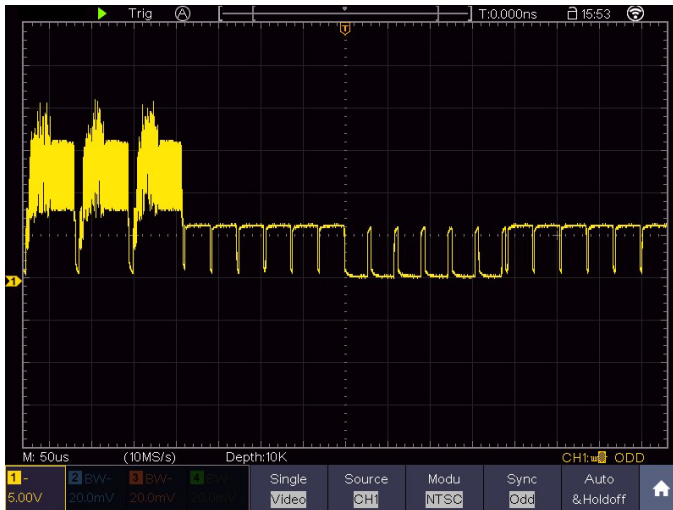

Рисунок 9-7 Осциллограмма, полученная с помощью триггера по видеополю
- Поверните ручки Вертикальная шкала, Вертикальное положение и Горизонтальная шкала, чтобы получить правильное отображение формы сигнала (см. рисунок 9-7).